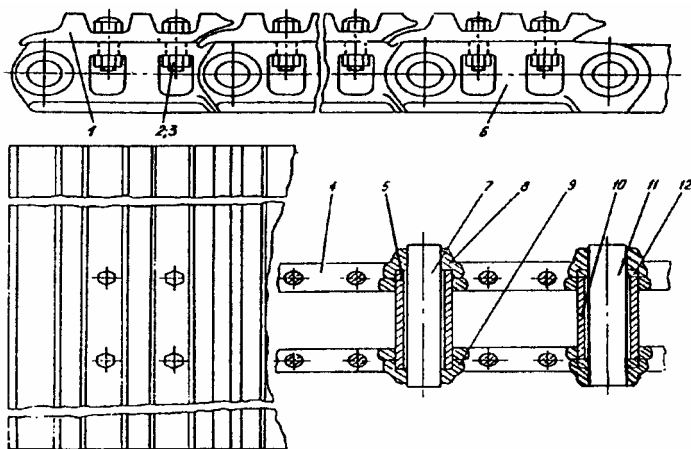

Рис. 18 Гусеница
1.6. ГУСЕНИЧНАЯ ЛЕНТА (РИС. 18)